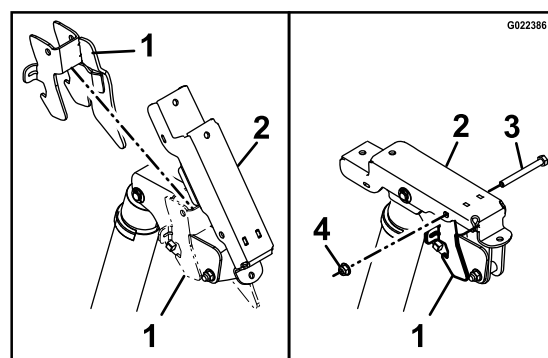

Figura 6
6. Levante el soporte de elevación de la tolva y coloque el conjunto de enganche de la tolva sobre el conjunto del acoplamiento del actuador (Figura 6).
8. Alinee los taladros del conjunto de enganche de la tolva con el soporte de elevación de la tolva, y sujételo con un tornillo de cabeza hexagonal (5/16 x 3 pulgadas) y una tuerca nyloc con arandela prensada (5/16 pulgada), según se muestra en Figura 6.